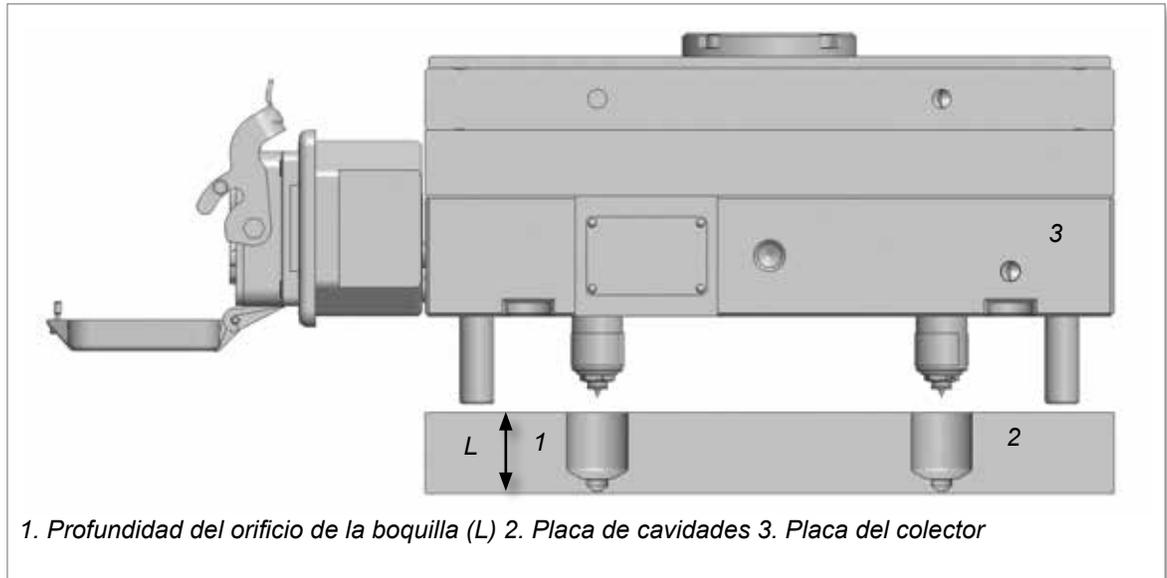

Figura 7-1 Profundidad de la boquilla
Compruebe que la profundidad del orificio de la boquilla (L) en la placa de cavidades sea conforme a las especificaciones de *Mold-Masters*. Consulte la Figura 7-1.
1. Compruebe que la profundidad del orificio de la boquilla (L) en la placa de cavidades sea conforme a las especificaciones de *Mold-Masters*. Consulte la Figura 7-1.